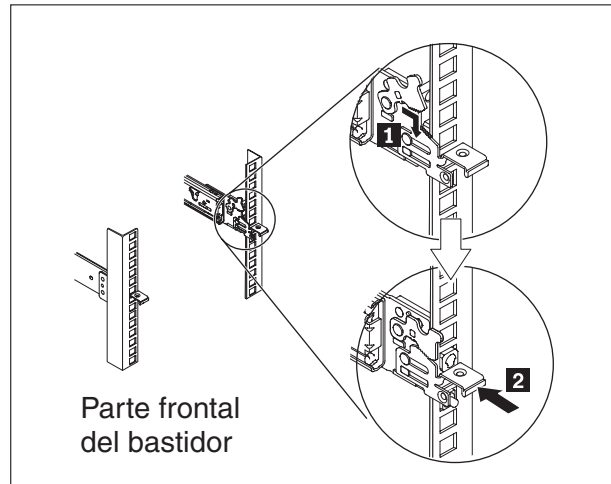

Figura 8. Instale el extremo frontal de los rieles de deslizamiento
3. Instale el extremo frontal de los rieles de deslizamiento, tal como se muestra en la Figura 8 en la página 19.